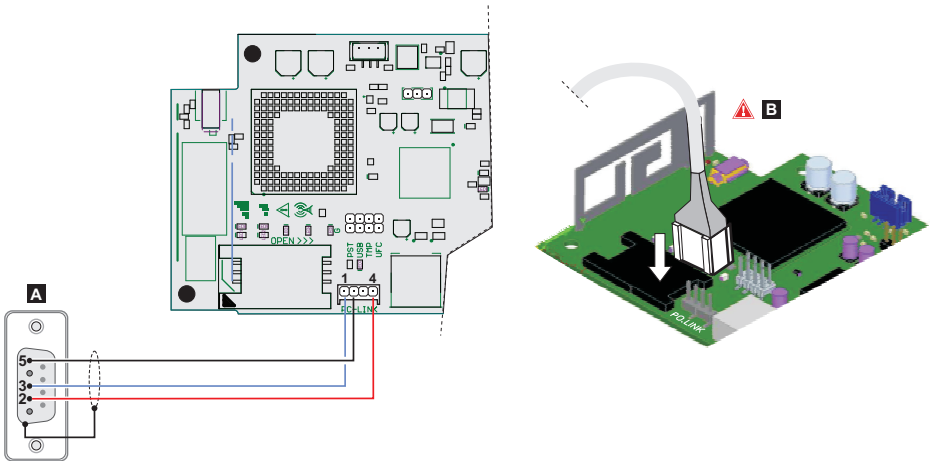

Figura 8 – Conexión del cable PC-LINK: **A)** Conector hembra RS-232, lado de la soldadura **B)** Inserte el cable PC-Link correctamente.
1. Conecte el puerto serie PC-LINK del comunicador a un puerto serie RS232 en la PC mediante el cable PC-LINK (elemento accesorio), como se muestra en la Figura 8.